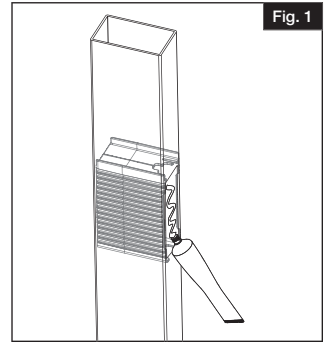

Fig. 1
- a. Apply provided vinyl cement to all inside surfaces of the uprights where the rails will be installed (Fig. 1).
- a. Appliquer le ciment pour vinyle fourni sur toutes les surfaces intérieures des montants où seront installées les traverses (Fig. 1).